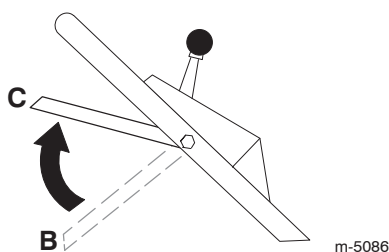

Bild 18
3. Heben Sie den Sicherheitsschaltbügel in die mittlere Stellung, ungefähr 12,7 cm unter den Griff an (Stellung C in Bild 18).
4. Lassen Sie den Sicherheitsschaltbügel los (Position B in Bild 18).